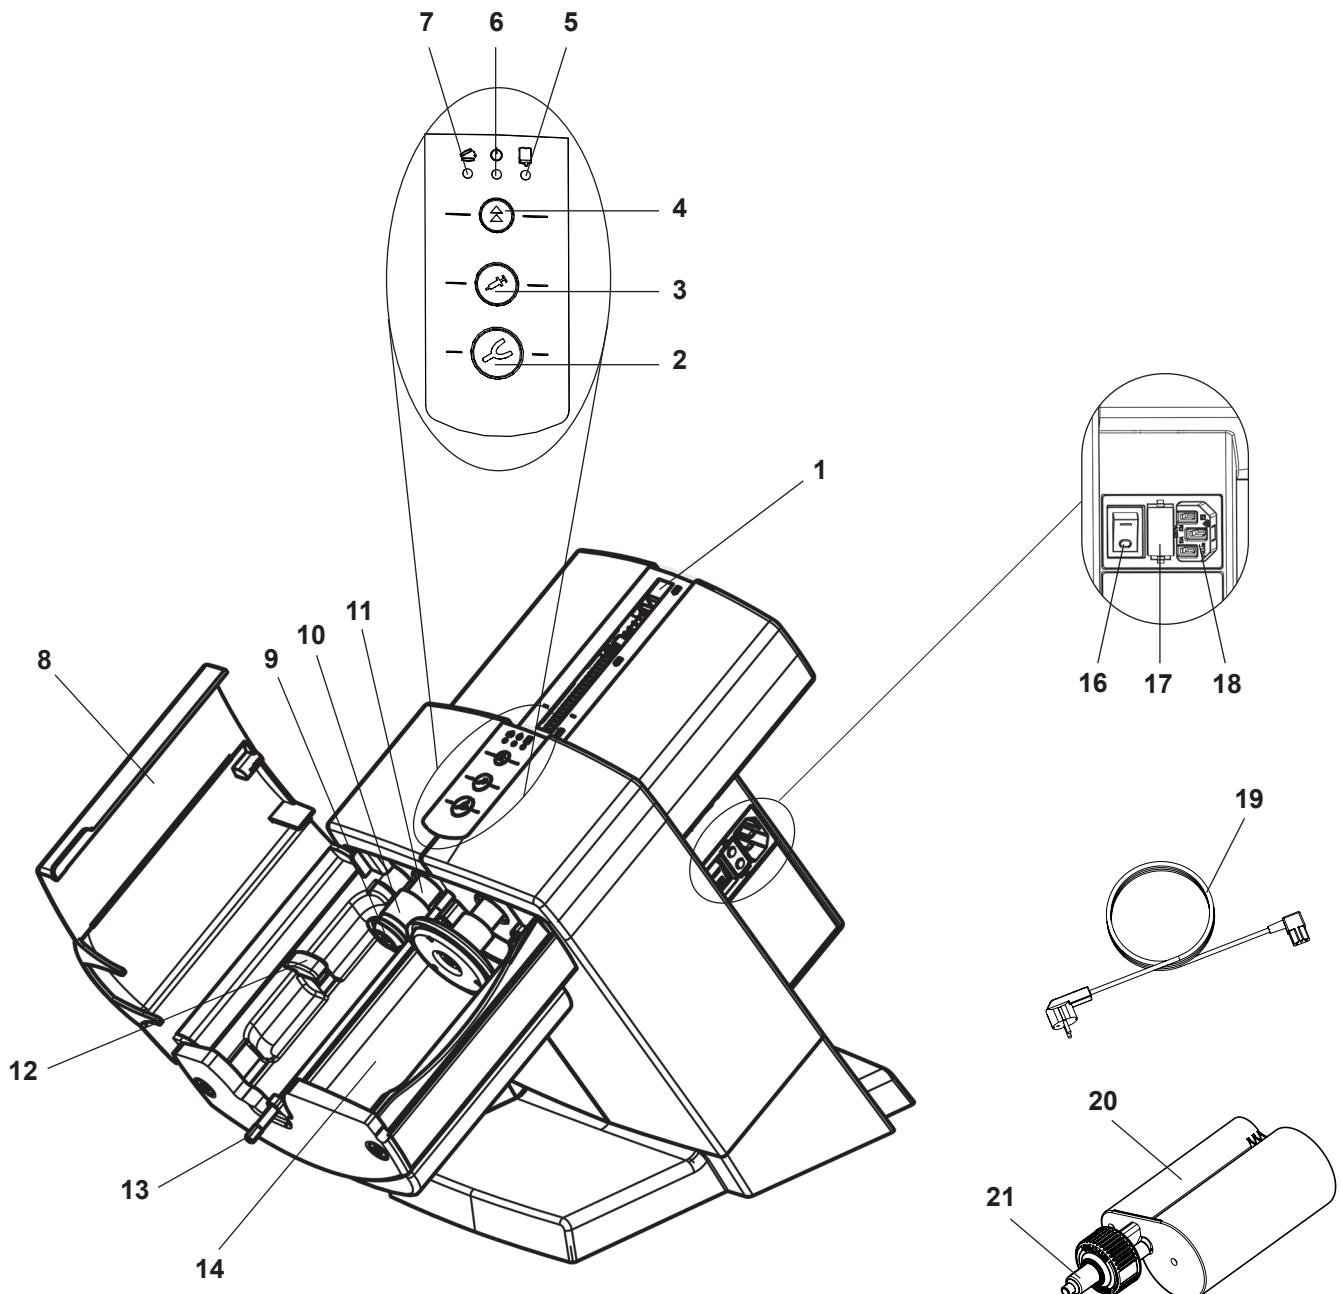

Fig. 1
- Slut det medfølgende strømkabel (19, Fig. 1) til lysnetkontakten (18).
- ⇒ Tænd for apparatet på hovedafbryderen (16).
- ⇒ Luk enhedens dæksel (8, Fig. 1).
- ♦ Trykpladerne (9, Fig. 1) kører tilbage i udgangsposition og stopper der.
- ⇒ Fjern transportsikringen (23).
En patron kan kun lægges i eller udskiftes, når de to trykplader (9, Fig. 1) befinner sig i udgangspositionen.
- ⇒ Tryk på tilbagekørselstasten (4).
- ⇒ Åbn enhedens dæksel (8, Fig. 1).
- ⇒ Læg patronen (20) ind i apparatet. Vær opmærksom på, at patronen kommer til at ligge under låsetappen (12).
- Apparatets dæksel kan kun lukkes, hvis patronen er lagt korrekt i. Så længe apparatets dæksel ikke er lukket ordentligt, lyser den røde LED "Apparatdæksel åbent" (7, Fig. 1).
- dispenser (3), lille udpresningshastighed
- ◆ Blandingssekskanten (13, Fig. 1) begynder at dreje sig, bliver automatisk flettet ind i blandingsdysen (21, Fig. 1) og stopper så igen.